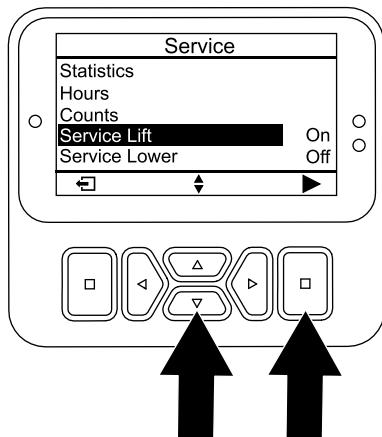

Figure 120
4. Appuyez sur le bouton vers le bas jusqu'à ce que l'option SERVICE LIFT (levage pour entretien) soit sélectionnée, puis appuyez sur le bouton de sélection (Figure 120).